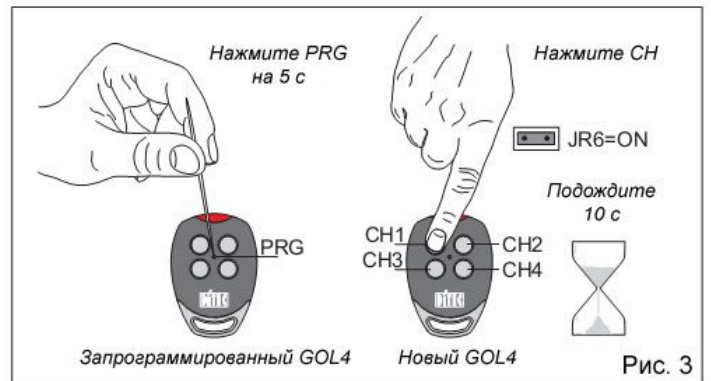

Рис. 3
5. УДАЛЕННОЕ ЗАПОМИНАНИЕ GOL 4 – 4V С РОЛЛИНГ-КОДОМ (РИС. 3)